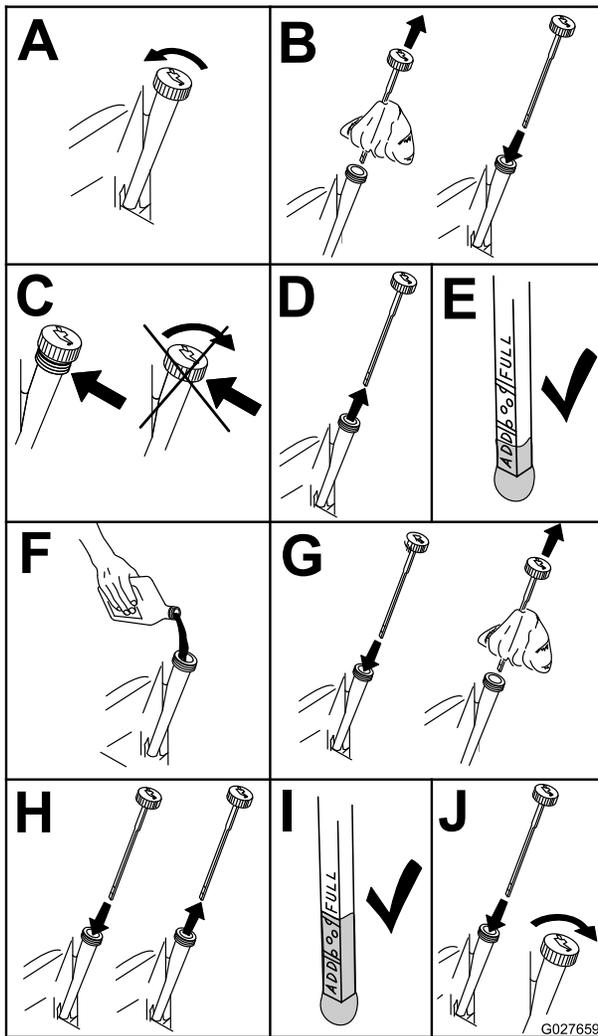

Figura 53
2. Desligue o motor, retire a chave e aguarde até que todas as partes em movimento parem antes de sair da posição de operação (Figura 53).